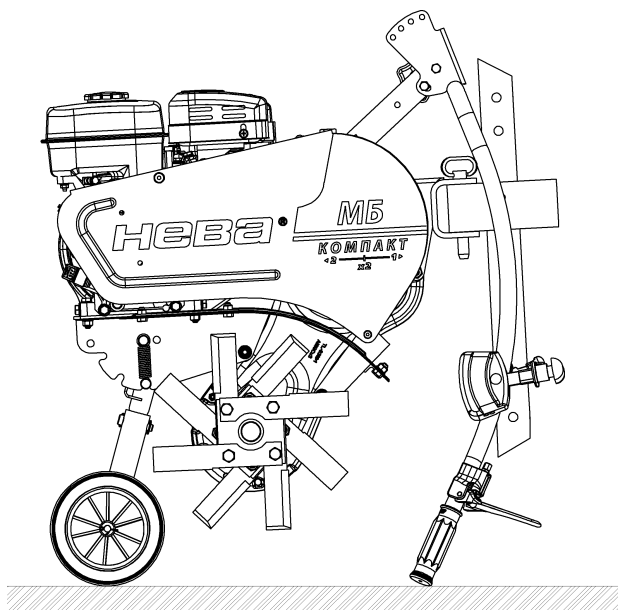

Рис.4 Парковочное положение (при дополнительном приобретении опорного колеса)
- Опустить руль в парковочное положение (рис.4)
**Руль (Рулевая колонка)** – предназначен для управления МБ, имеет регулировку по высоте и углу поворота, а так же используется для установки МБ в парковочное положение (рис.4)